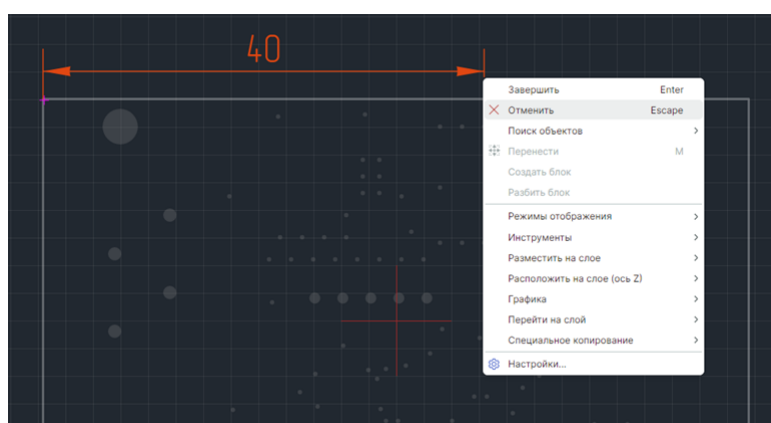

Рис. 409 Отмена размещения размерной линии
5. Размещение линии можно отменить, для этого нажмите клавишу «Escape» или вызовите контекстное меню и выберите «Отменить», см. Рис. 409.